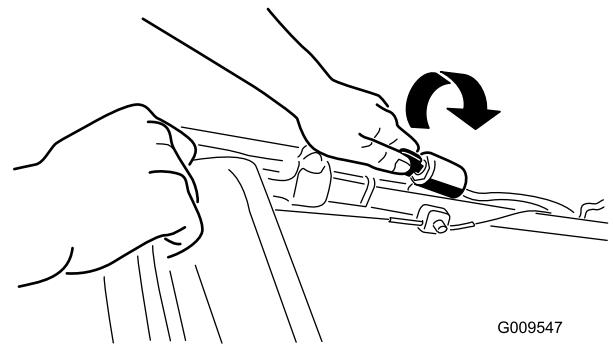
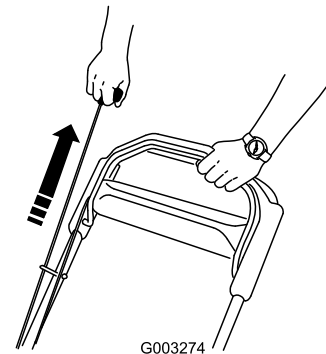

Figure 14
Figure 15
2. Tournez la clé de contact (Figure 14) ou tirez la poignée du lanceur (Figure 15).
Remarque: Tirez lentement la poignée du lanceur (Figure 15) jusqu'à ce que vous sentiez une résistance, puis tirez vigoureusement. Laissez le lanceur se rétracter lentement jusqu'à la poignée.